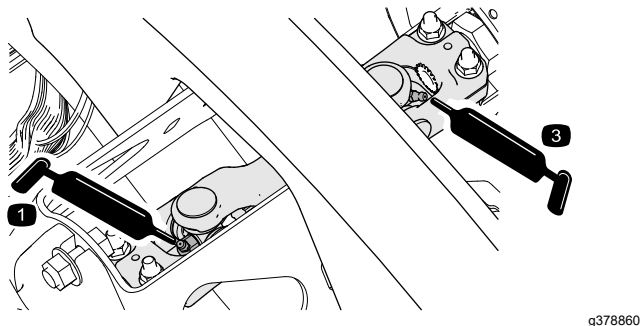

図 70
- ポンプ駆動シャフトのUジョイント3ヶ所 **図 70**